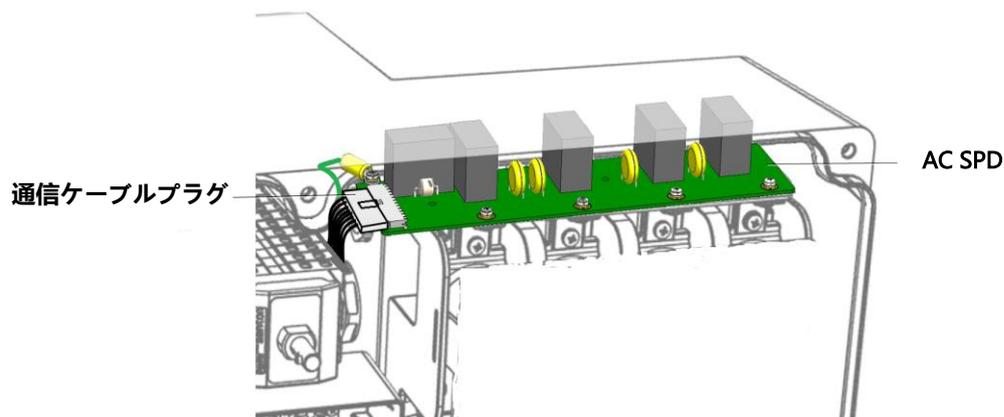

図 2: AC SPDから通信ケーブルのプラグを外します
2. AC SPDから通信ケーブルのプラグを外してください (図2参照)。
4. 通信ケーブルのプラグをAC SPDに接続してください (図 2 参照)。